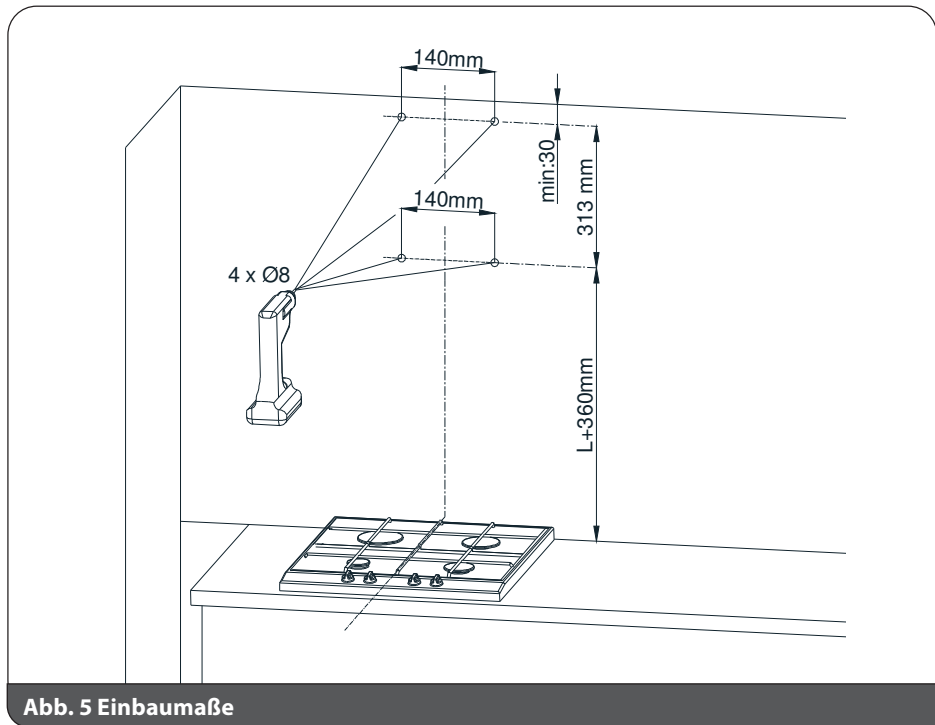
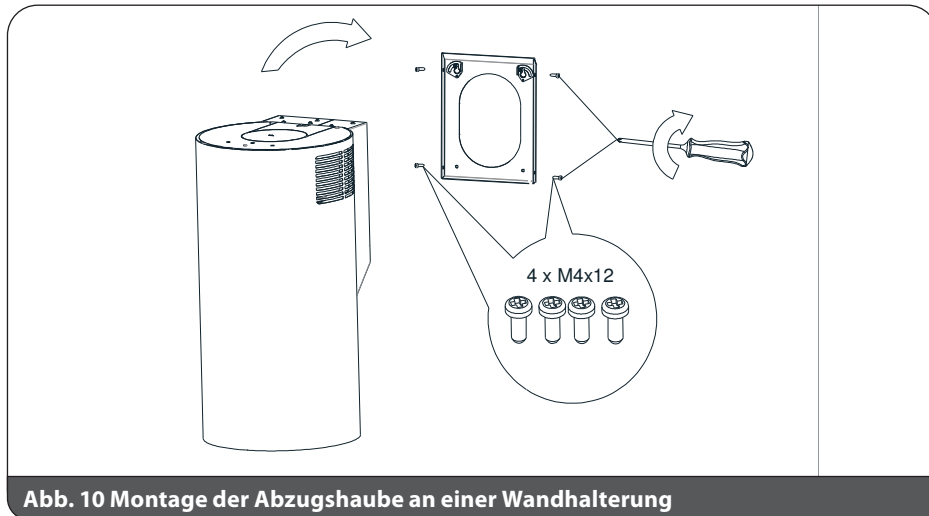

Abb. 5 Einbaumaße
Abb. 10 Montage der Abzugshaube an einer Wandhalterung
Der Einbau der Abzugshaube ist in den Diagrammen (Abb. 5 - Abb. 10) dargestellt. Die Abzugshaube ist mit Befestigungsstiften ausgestattet, die für die meisten Wände und Decken geeignet sind. Während des Einbaus sind die allgemein gültigen Vorschriften für die Abführung von Luft aus Räumen zu beachten.
1. Bestimmen Sie die Achse des Heizelements und übertragen Sie sie auf die Wand, an der die Abzugshaube installiert werden soll. Markieren Sie alle charakteristischen Befestigungspunkte der Abzugshaube. Bohren Sie mit einem Bohrer die entsprechenden Löcher. (Abb. 5)
6. Setzen Sie die Abzugshaube auf die angeschraubte Halterung auf, so dass die Halterung hinter der Haube verschwindet. Schrauben Sie die Abzugshaube mit vier M4x12-Schrauben an die Halterung. (Abb. 10) Abb. 5 Einbaumaße.